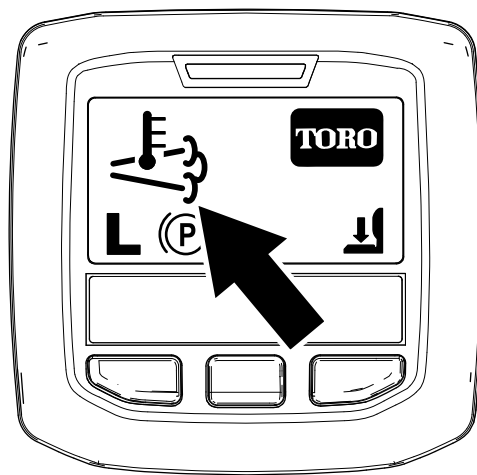

Bild 42
- Das Symbol für die hohe Auspufftemperatur () wird im InfoCenter angezeigt (Bild 42).